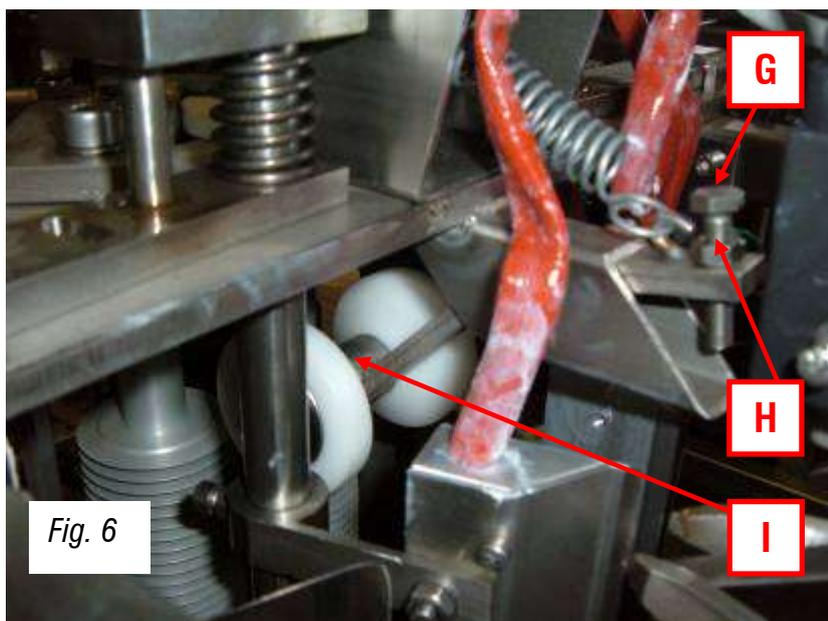

Fig. 6
3.4 ROULEAU PRESSEUR (fig. 6 – page 31)